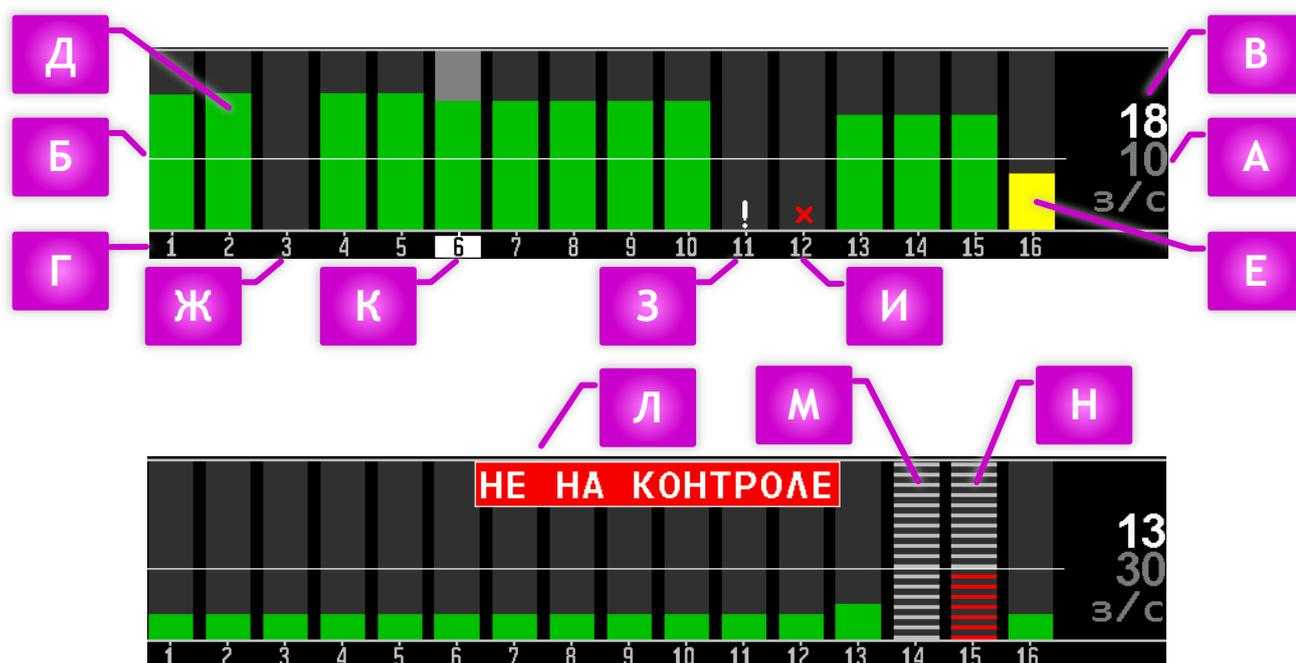

РИСУНОК 6 ДИАГРАММА КОНТРОЛЯ ВЫСЕВА В РЕЖИМЕ КОНТРОЛЯ «ПОТОК»
Для режима контроля «Поток» диаграмма состоит из следующих элементов (см. «Рисунок 6»):
- Зеленым цветом (см. «Рисунок 6» [Д]), если поток семян больше заданного уровня (нормальное состояние).
- Желтым цветом (см. «Рисунок 6» [Е]), если поток семян меньше заданного уровня (аварийное состояние).